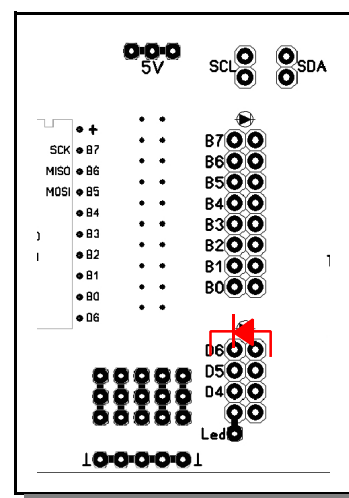

Abbildung 1
- 1.1 Stecken Sie die Fotodiode in PortD.6 (vgl. Abb. 1). Achten Sie dabei auf die korrekte Polung (längeres Beinchen in die rechte Buchse)! Stecken Sie eine LED in PortB.0 (längeres Beinchen in die linke Buchse).